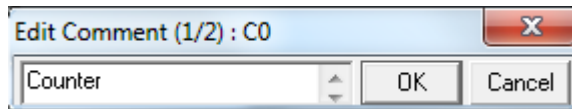

Рисунок 39 – Ввод комментария
4. В качестве комментария к входу/выходу введите «Counter» (Счетчик) (рисунок 39). Нажмите клавишу [Ввод].